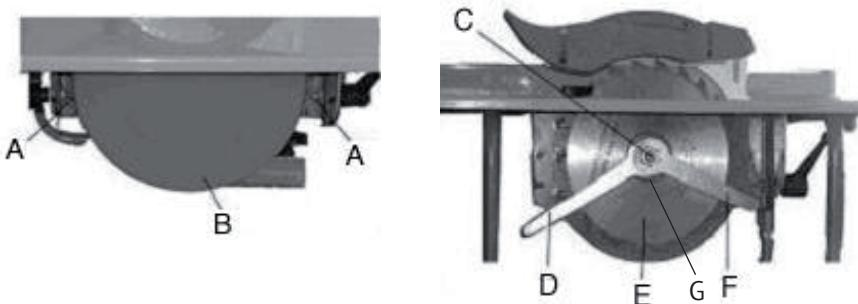

рис. 3
2.1.3 Установка пильного диска. Для установки (замены) диска (см. рис.3):